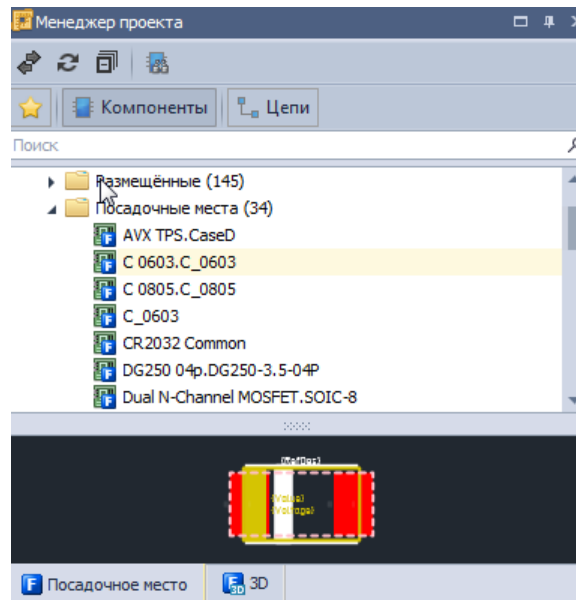

Рис. 109 Посадочные места в панели «Менеджер проекта»
- В панели «Менеджер проекта» (вкладка «Компоненты» -> раздел «Плата» -> папка «Посадочные места»), см. Рис. 109.